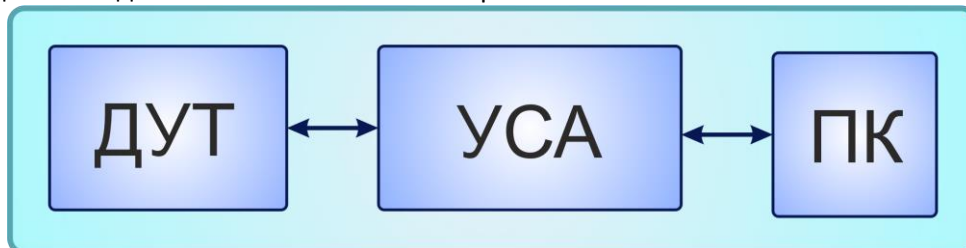

Рисунок 16 – Схема подключения ETS.F к ПК
4. Подключить датчик к ПК в соответствии с рис. 16.